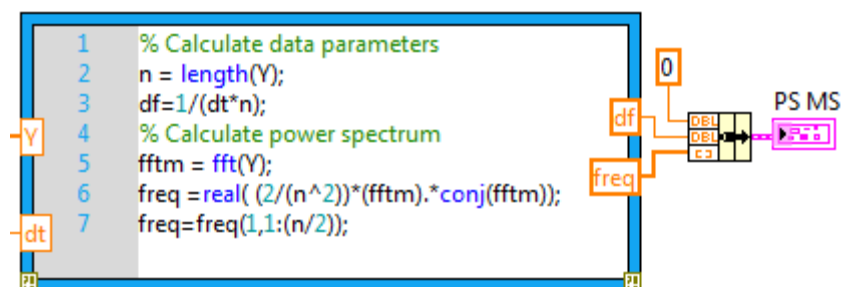

Figura 46. A função Bundle combina as funções que são tipos de dados diferentes.
26. Adicione a constante zero no diagrama de blocos clicando com o botão direito no diagrama de blocos e selecionando **Programming»Numeric»DBL Numeric Constant** e coloque-a na mesma posição indicada na figura 46.
27. Conecte a função Bundle conforme ilustrado na figura 46.